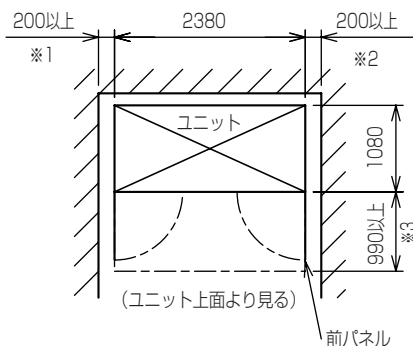

図1
(1) 据付け・サービススペースの確保（単位 mm）
- 室内ユニットの設置は、強固な床面を選定してください。また、保守サービスが容易にできるように図1に示したサービススペースを必ず確保してください。
- ・図1の番号順に外装パネルを取外してください。
- ・図1のA部で指示している部分のボルトおよびネジを外してください。(4隅)